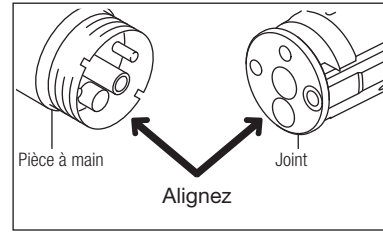

Fig. 13
- 4) Insérez le joint dans la pièce à main. Assurez-vous que la broche et le joint sont serrés. (Fig. 13)